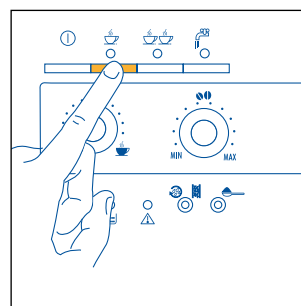
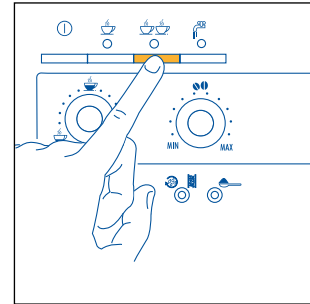

Fig.12
Fig. 13
- 5) Druk op de knop  (fig. 12) indien u een kopje koffie wilt zetten of op de knop  (fig. 13) om 2 kopjes koffie te zetten. *(Het apparaat maalt de koffiebonen, voert een korte voorinfusie uit, pauzeert even en gaat verder met de afgifte.)*
OPMERKING 4: Terwijl het apparaat koffie zet, kan de afgifte op om het even wel moment worden onderbroken door te drukken op de eerder geselecteerde knop  (fig. 12) of  (fig. 13).
OPMERKING 5: Net na de koffieafgifte en indien men de hoeveelheid koffie wilt verhogen, volstaat het de eerder geselecteerde knop  (fig. 12) of  (fig. 13) ingedrukt te houden tot de gewenste hoeveelheid is bekomen (dit moet gebeuren binnen 3 seconden na de koffieafgifte).